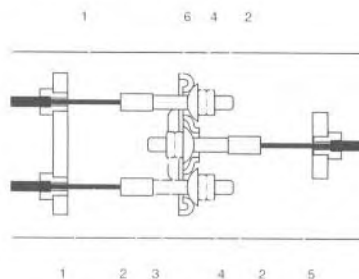
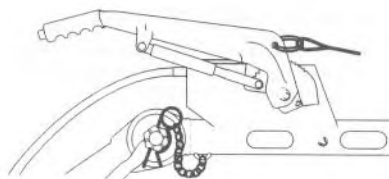

Fig. 5.7 Disposición del cable de freno
Fig. 5.8 Palanca del freno de mano hacia abajo - freno no accionado
Compruebe la posición del ecualizador (Fig. 5.7, b) con el freno de estacionamiento accionado.
Compruebe todas las tuercas de bloqueo (Fig. 5.7, 2).
1. Con la argolla de remolque extraída a la posición más externa y la palanca de freno de mano en la posición bajada (Fig. 5.8), aloje las tuercas de bloqueo (Fig. 5.7, 2). Gire las tuercas de ajuste y las tuercas del cable del freno (Fig. 5.7, 4) hacia la derecha hasta que no haya flojedad en el mecanismo de freno.
El ecualizador (Fig. 5.7, 6) debe permanecer perpendicular al cable de freno principal (Fig. 5.7, 5).
2. Aplique la palanca de freno de mano varias veces y repita el ajuste. Apriete las tuercas con sus tuercas de bloqueo (Fig. 5.7, 2). Retire el gato y los bloques.